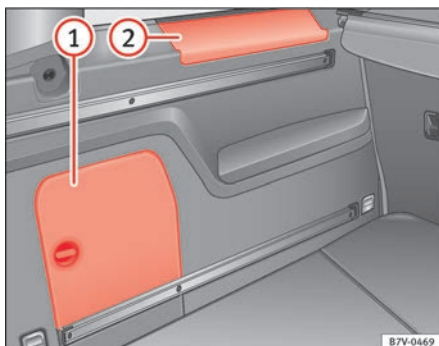

Abb. 113 Im Gepäckraum: seitliche Ablagefächer.
Seitlich im Gepäckraum befinden sich weitere Ablagefächer ⇒ Abb. 113 ① und ②. Zum Öffnen des Ablagefachs ① Schnellverschluss im Uhrzeigersinn drehen. Zum Öffnen des Ablagefachs ② Abdeckung nach oben klappen.